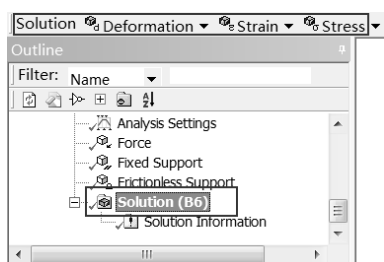

图 13-75 Solution 工具栏
Step1: 选择 Mechanical 界面左侧 Outline (分析树) 中的 Solution (B6) 选项, 此时会出现如图 13-75 所示的 Solution 工具栏。